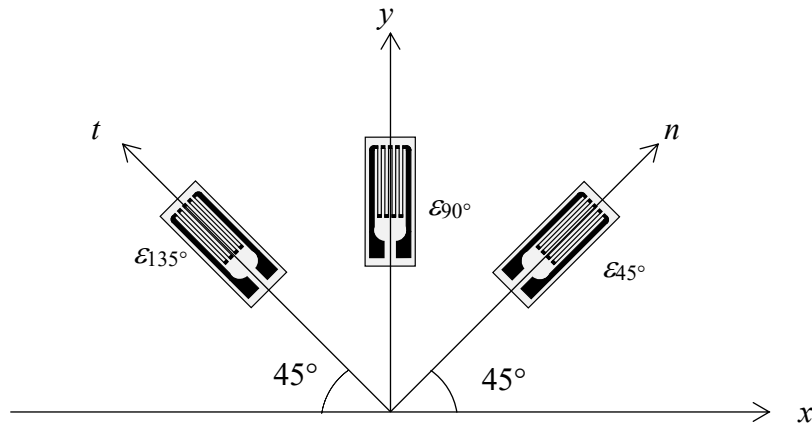

Fig. 2 ロゼッタ解析.
- [2] 板厚が十分に薄い弾性体表面のある点での応力状態を求めるため、図 2 に示すようにひずみゲージを x 軸方向から反時計回りに 45° , 90° , 135° の方向に貼り付けた。各ひずみゲージから測定したひずみの値は $\varepsilon_{45^\circ}=355\mu$, $\varepsilon_{90^\circ}=155\mu$, $\varepsilon_{135^\circ}=155\mu$ ($\mu=1.0\times 10^{-6}$) であった。この弾性体の縦弾性係数 E , ポアソン比 ν をそれぞれ, $E=182[\text{GPa}]$, $\nu=0.3$ とし, 以下の問いに有効数字 3 桁で答えよ。また, 解答にあたっては単位をつけよ。